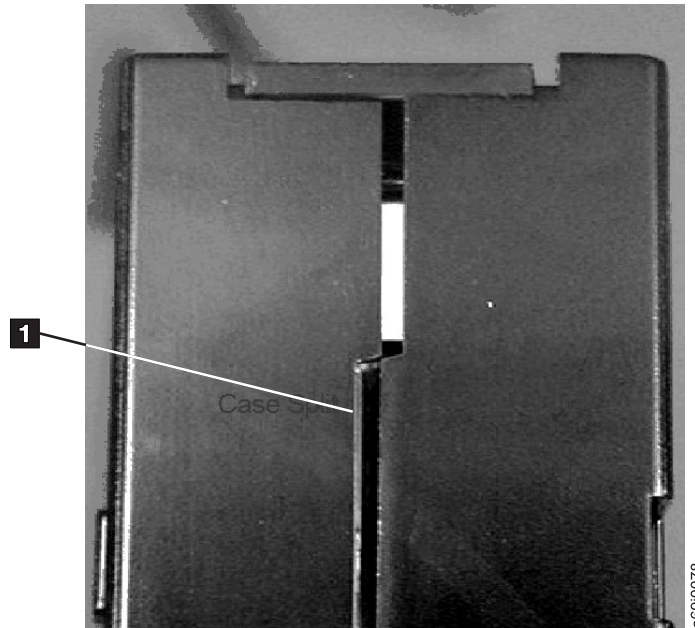
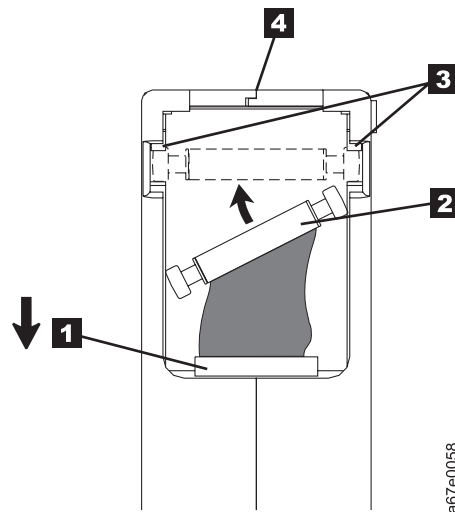

Abbildung 8-7. Naht der Kassette auf Lücken überprüfen
Abbildung 8-9. Verschobenen Bandmitnehmerstift wieder in die korrekte Position bringen. Die Kassettenklappe ist offen, um den Bandmitnehmerstift zu zeigen.
- Überprüfen Sie die Rückseite der Kassette (den Teil, der zuerst in den Kassettenladeschacht eingelegt wird). Die Naht des Kassettengehäuses darf keine Lücken aufweisen (siehe **1** in Abb. 8-7 auf Seite 8-11 und **4** in Abb. 8-9 auf Seite 8-13). Weist die Naht Lücken auf (siehe Abb. 8-7 auf Seite 8-11), hat sich der Bandmitnehmerstift möglicherweise verschoben. Machen Sie mit „Bandmitnehmerstift neu positionieren oder wieder anbringen“ auf Seite 8-12 weiter.
1. Öffnen Sie die Kassettenklappe (1 in Abb. 8-9), und suchen Sie den Bandmitnehmerstift (2 in Abb. 8-9). Sie müssen die Kassette möglicherweise vorsichtig schütteln, damit der Stift zur Klappe hin rollt.
2. Fassen Sie den Bandmitnehmerstift mit der Pinzette (Plastikende oder abgestumpftes Ende) an, und setzen Sie ihn in die Federbügel (3 in Abb. 8-9) ein. **Achten Sie darauf, dass Sie das Band nicht berühren.**